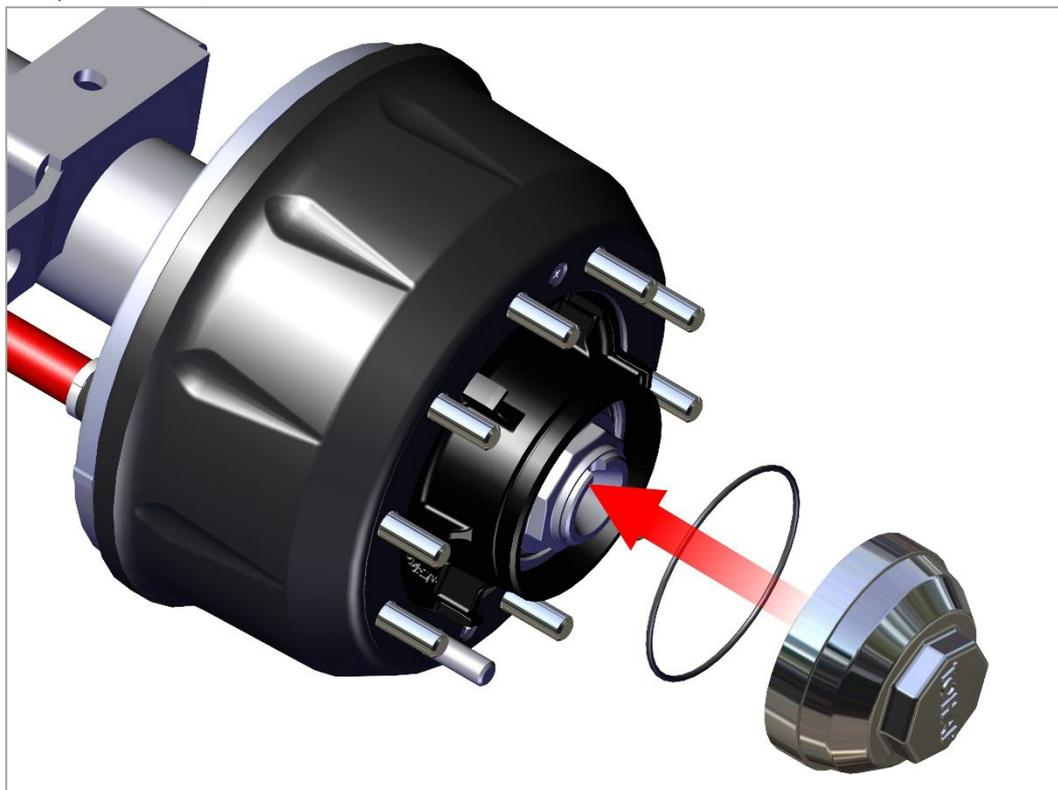

Рис. 10.2. Монтаж крышки ступицы колеса с резиновым уплотнительным кольцом
3) Установите крышку ступицы колеса с резиновым уплотнительным кольцом (рис. 10.2)